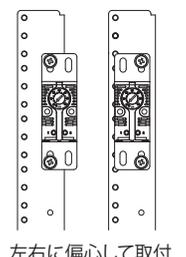

図 5
3. 取付台は用途に合わせて左右に偏心させて上下 2カ所に締め付けてください。(図 5)